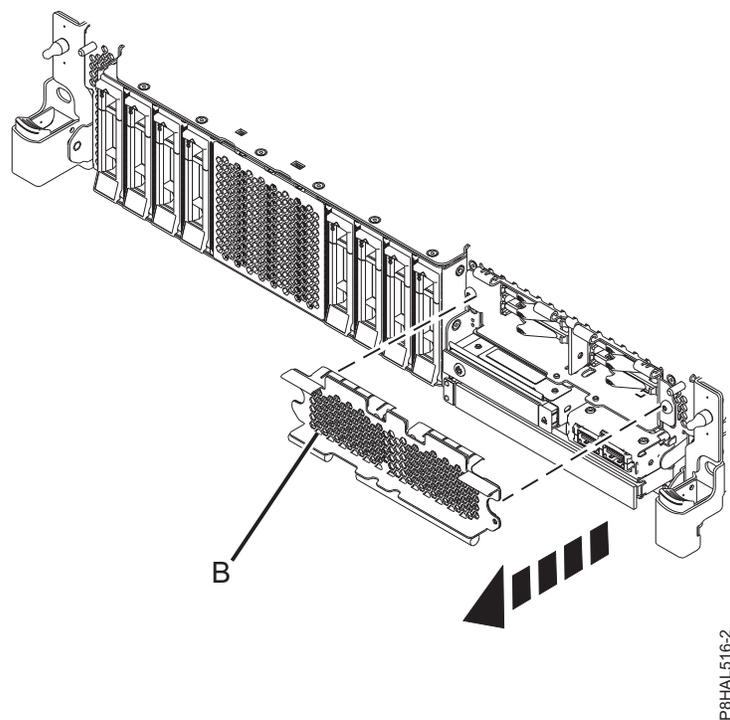

Figura 52. Remover a tampa da estrutura da unidade SSD para aceder às ranhuras de unidade SSD num sistema de função expandida
11. Para aceder às ranhuras SSD, remova a placa perfurada (B) que está a cobrir a estrutura de SSD, tal como é demonstrado em Figura 52 na página 57.